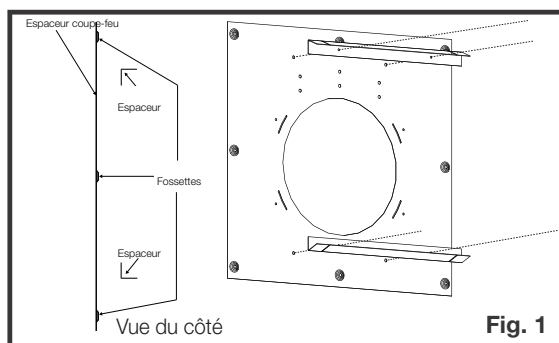

Fig. 1
1. Installez les espaceurs sur un côté de l'espaceur coupe-feu (**Fig. 1**).
1. Dévissez les attaches sur l'ensemble de protection de ventilation. NE PAS DISCARDER LES ATTACHES (Fig. 1).